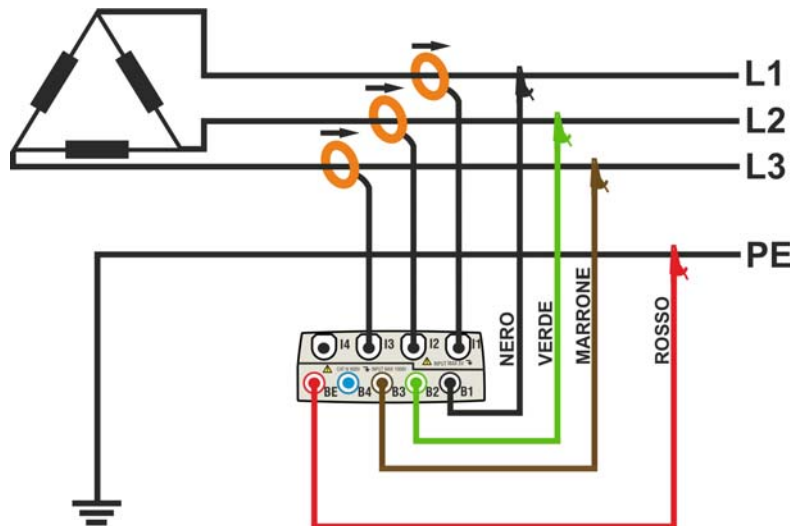

Fig. 175: Collegamento dello strumento in un sistema Trifase 3-fili ARON
2. Collegare i cavi di misura della tensione sui conduttori di Fase L1, L2, L3 e eventualmente Terra rispettando i colori come mostrato in Fig. 175. **Verificare a display l' indicazione "123" relativa al corretto senso ciclico delle fasi** (vedere il § 5.2.4) ed effettuare le opportune correzioni fino al raggiungimento di tale situazione.
3. Collegare le pinze di corrente sui conduttori di Fase L1, L2, L3 come mostrato nella Fig. 175 **rispettando il verso della freccia** presente sulla pinze stesse che indica la direzione convenzionale della corrente da generatore a carico. **Verificare sempre, (selezionando preliminarmente il sistema 3-fili) nelle videate della sezione Visualizzazione Misure, che le Potenze Attive P1, P2, P3 siano sempre positive e che i fattori di potenza Pf1, Pf2, Pf3 siano corrispondenti ad un carico, normalmente induttivo**, prima di attivare una registrazione. In caso di valori negativi della potenze attive ruotare le pinza di 180° sui conduttori interessati.